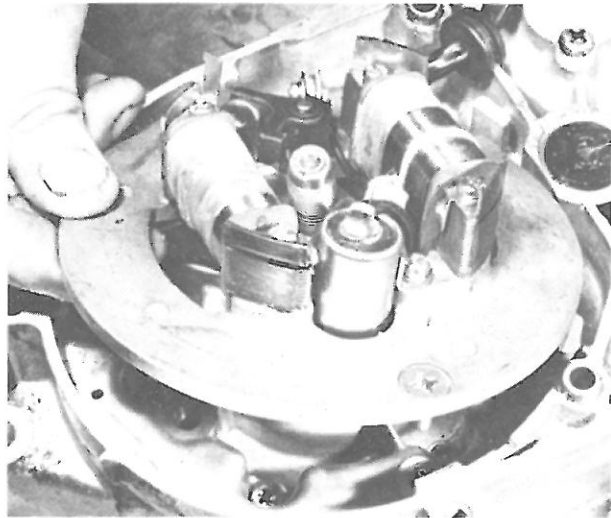
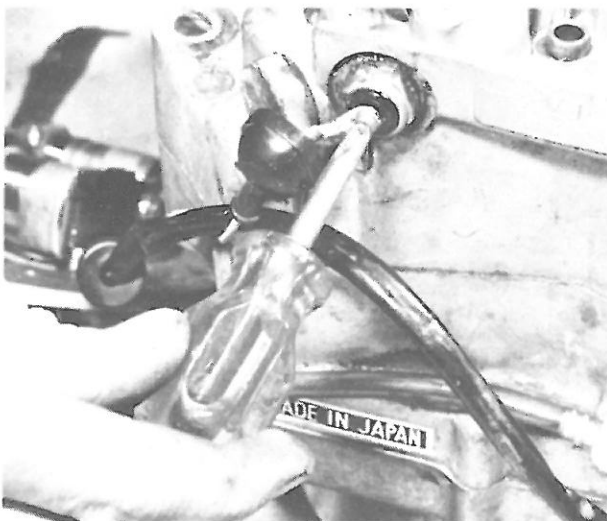

Bild 35
Bild 36
- Die beiden grossen Senkschrauben lösen, mit denen die Grundplatte des Magnetzünders befestigt ist, dann Grundplatte komplett mit Spulen und Zündanlage abheben (Bild 35), wozu der Kabelstrang mit seiner Gummidurchführung aus dem Kurbelgehäuse herausgenommen und vom Leerlaufanzeigeschalter (Bild 36) die Zuleitung abgeschraubt werden muss.